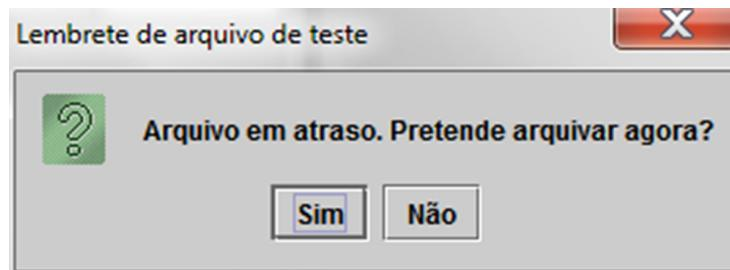
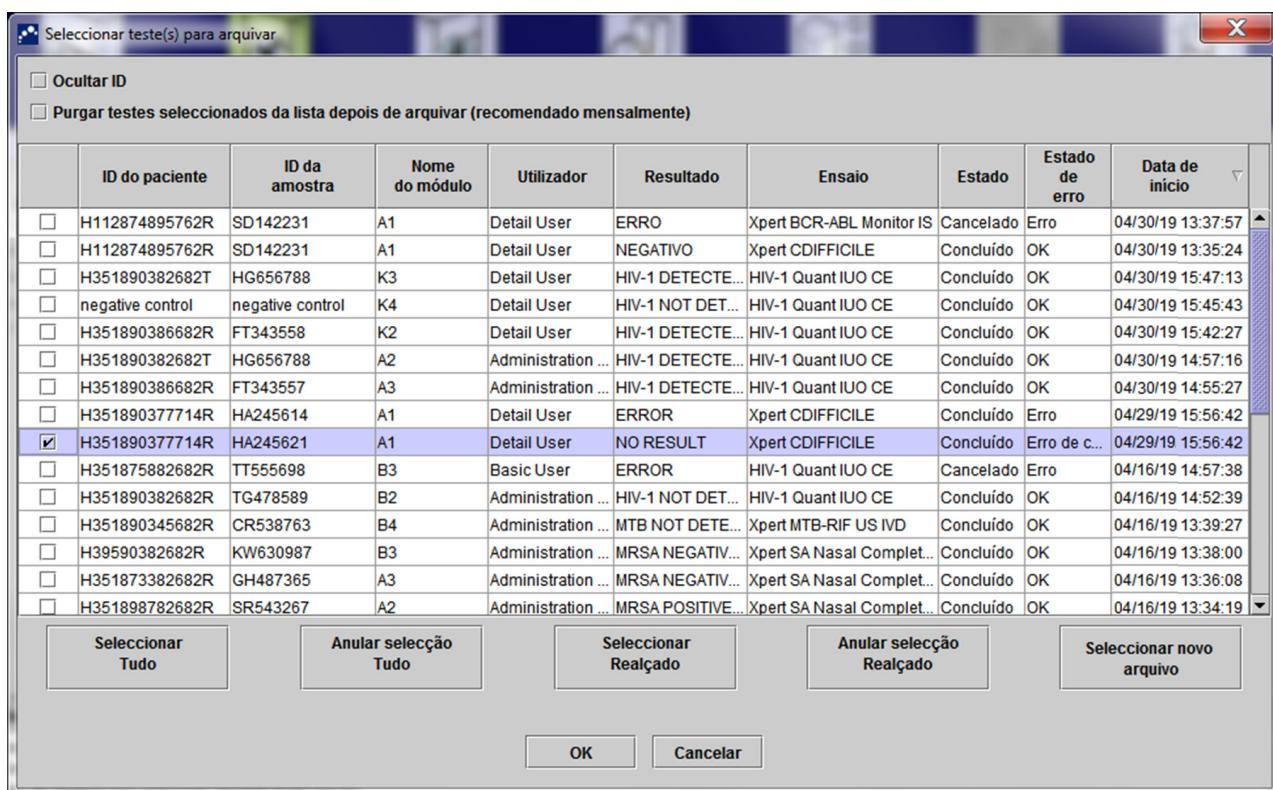

Figura 2-97. Caixa de diálogo Lembrete de arquivo de teste
Figura 2-98. Seleccionar teste(s) para arquivar
Se um arquivo ainda não estiver em atraso ou se a definição de arquivo na figura 2-79 **não** estiver seleccionada, a figura 2-97 não é apresentada e pode avançar directamente para a Secção 2.17.1.2.
Se um arquivo estiver em atraso, será apresentada a caixa de diálogo Lembrete de arquivo de teste (consulte a figura 2-97).
- Se não quiser proceder ao arquivo, clique em **Não** na caixa de diálogo Lembrete de arquivo de teste (consulte a figura 2-97). Continue com o processo de encerramento sem arquivar, como indicado na secção 2.17.1.2.
- Se quiser arquivar, clique em **Sim** na caixa de diálogo Lembrete de arquivo de teste (consulte a figura 2-97) para continuar com o processo de encerramento com arquivo. É apresentada a caixa de diálogo Selecionar teste(s) para arquivar. Consulte a figura 2-98.